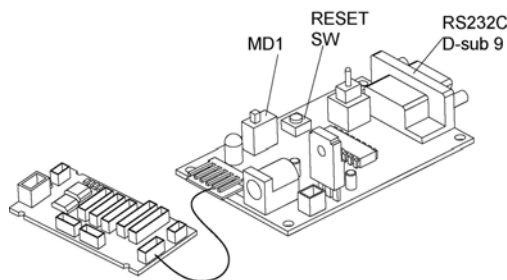

図 5 - TITechSH2 Tiny Controller®およびハイボット社製 TitechSH2 SerialProgrammer®
- 2- TITechSH2 SerialProgrammer®の CN1 ポートを TITechSH2 Tiny Controller®のプログラミングポート（PORT）に接続します（図 5 を参照）。
Connect port CN1 of TITechSH2 SerialProgrammer® to the programming port (PORT) of TITechSH2 Tiny Controller® as shown in Fig. 5.